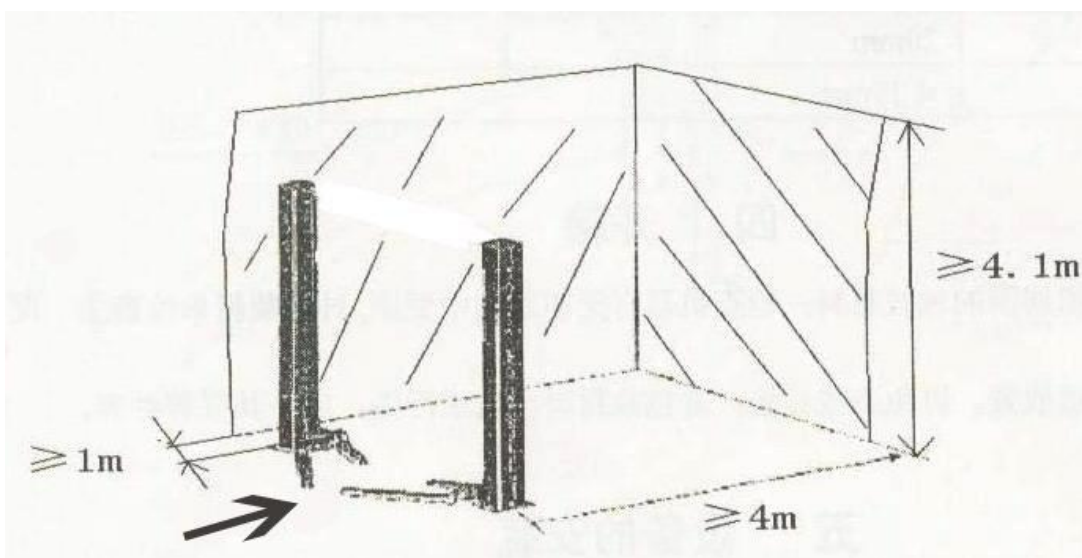

Fig.3
- (1) Lyften får endast monteras på betongplattan som minsta tjocklek är 250mm och minst 7 dagars härdningstid behövs.
- (2) Betongplattan ska ha förstärkning med armeringsjärn.
- (3) Betongplattan måste vara vågrät
- (4) Om tjockleken på hela betongplattan är mer än 250mm, kan lyften installeras direkt.
- (5) Kontrollera eventuella hinder, t.ex, lågt tak utgångar passager ventilation
- (6) kontrollera att det finns plats framför och bakomlyften för att rymma alla typer fordon (fig.3.)